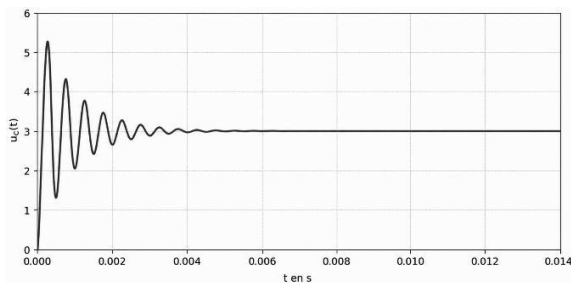

Figure 2 : Représentation de la tension $u_c(t)$ en fonction du temps t .
7. La représentation de $u_c(t)$ en fonction du temps t est donnée par l'oscillogramme en **figure 2** ci-dessous :